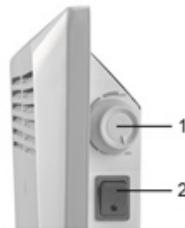

Рис.3 Панель управления
- Опустите вниз две задвижки «P» (см. рис. 3) на задней панели обогревателя, и потяните прибор на себя.